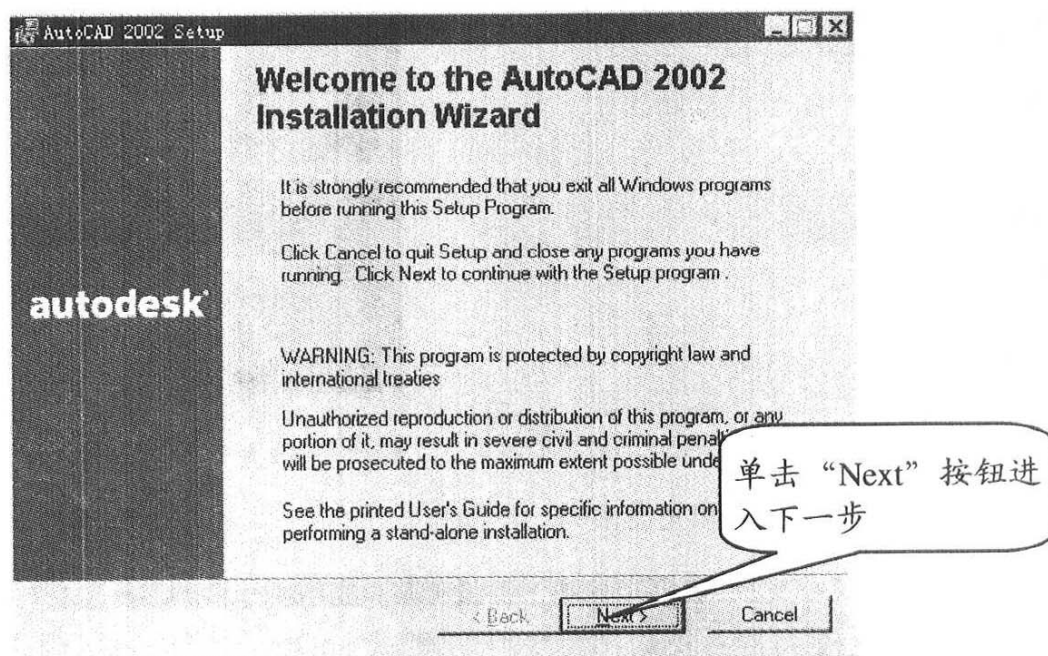

图 1-2 欢迎界面
3) 安装向导执行完后, 将弹出如图 1-2 所示的欢迎界面, 按“Next”按钮继续。